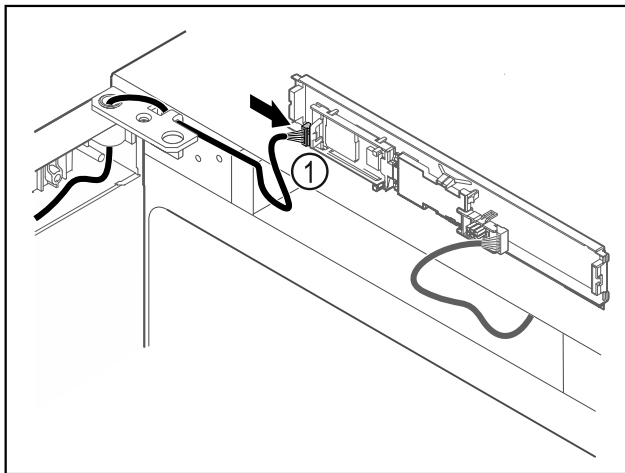

Fig. 56
- Stecker Fig. 56 (1) an Platine anstecken.